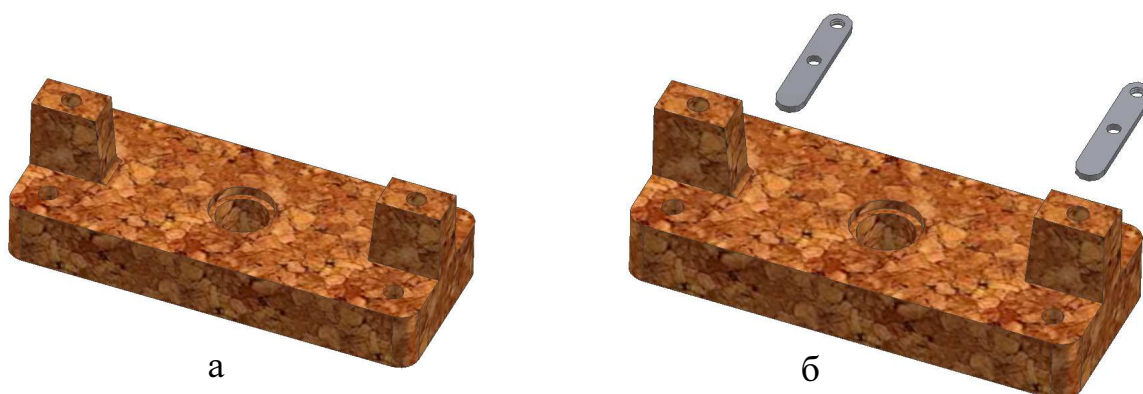

Рис. 122
Для вставки компонента в сборку необходимо выбрать инструмент **Вставить компонент (Replace Component)**. **Выберите файл Корпус**, разместите его произвольно на рабочем поле левой кнопкой мыши один раз и нажмите правой клавишей **Завершить**, разверните его, рисунок 122, а. Вставить можно любое количество компонентов. Необходимо чтобы хотя бы один компонент был неподвижно зафиксирован (был **заземленным**). По умолчанию первый, размещенный в сборке, **компонент является заземленным**. В браузере для заземленных компонентов используется значок канцелярской кнопки .
Вставьте **файл Контакт 1** в двух экземплярах, рисунок 122, б. Со-
**нент** расположите детали почти в такое положение, в каком как они будут находиться в сборочной единице (Рис. 122 б), так как соединение будет произведено автоматически по кратчайшему расстоянию между деталями.